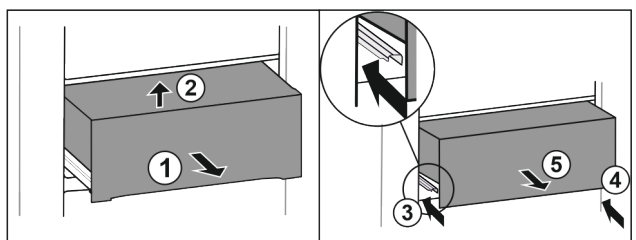

Fig. 42
- ▶ Predal izvlecite do polovice. Fig. 42 (1)
- ▶ Predal spredaj dvignite. Fig. 42 (2)
- ▶ Vstavite levo vodilo. Fig. 42 (3)
- ▶ Vstavite desno vodilo. Fig. 42 (4)
- ▶ Predal vzemite ven v smeri naprej. Fig. 42 (5)